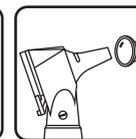

Figura. 2
- Seleccione el cono de acuerdo al tamaño del canal auditivo del paciente y ejerza presión y gire en sentido derecho. Figura 2. Generalmente, el cono tiene tamaño de 4mm para adultos y 2.4mm para niños.